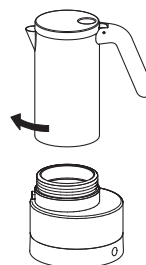

Fig. 6
- Schroef het kannetje rechtsonder op het keteltje, totdat het goed gesloten is (fig. 6).